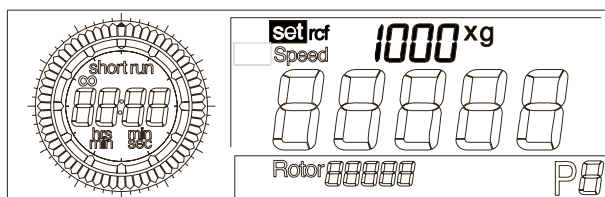

Abb. 5.13: Einstellung der Relativen Zentrifugalbeschleunigung
- Drehen Sie den linken Drehknopf, bis im Anzeigenfeld "set" vor dem Parameter "rcf" erscheint (Abb. 5.13).